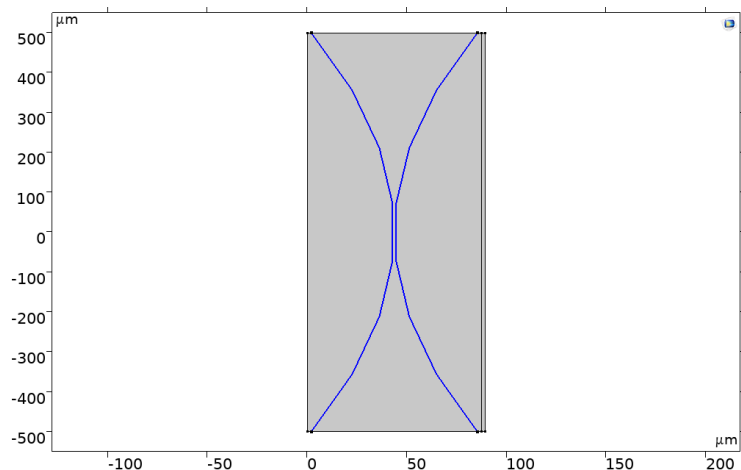

Рис.13
– В окне Model Builder раскрываем окно Electromagnetic Wave, Beam Envelops, нажимаем кнопку Transition Boundary Condition. Должны получиться картина подобная Рис.13.